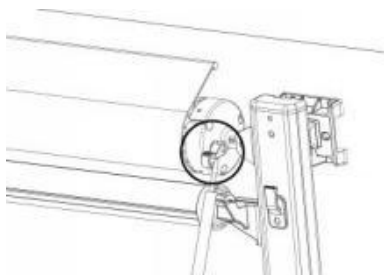

Figure D2
2. Za pomocą drążka pociągowego delikatnie obróć dźwignię zapadki do pozycji OTWARTE. (Rysunek D2)